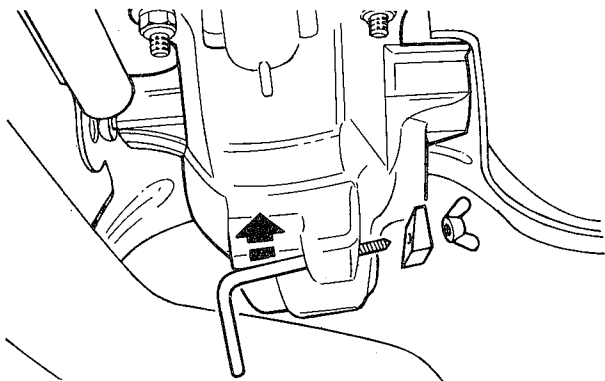

fig. 14
3. Instalar a ferramenta 16-032 na abertura da carcaça, fixando-a com o respectivo bloco e porca borboleta (fig. 14), até a alavanca encostar na carcaça